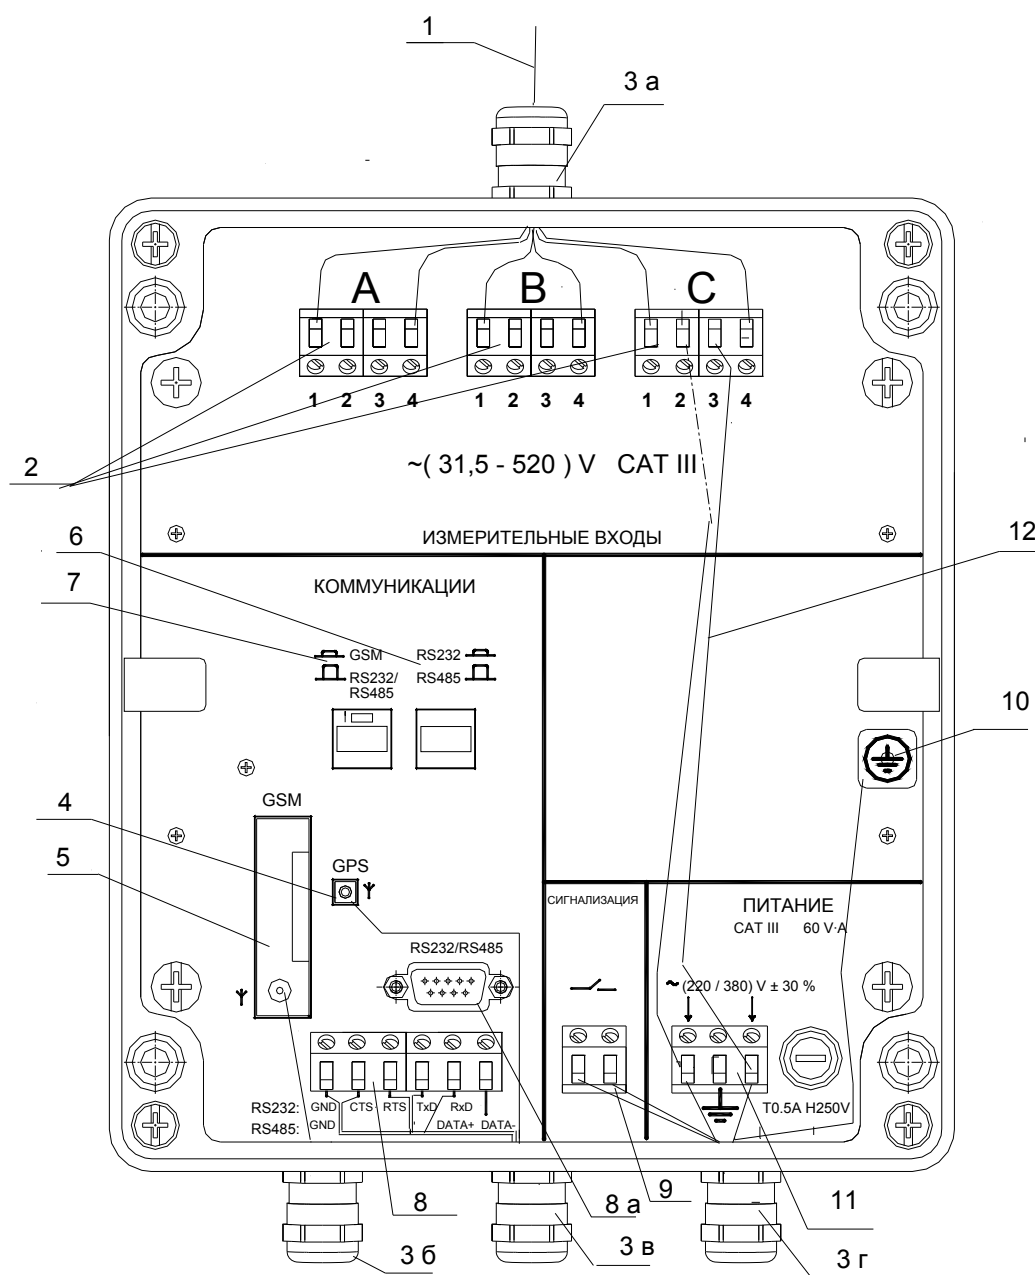

Рисунок 4 Схема подключения регистратора
5.4.2.3 Регистратор смонтировать на столбе или стене и закрепить его через отверстия (6) рисунок 4 в основании корпуса при помощи комплекта монтажного, который входит в комплект регистратора.
- интерфейсный разъем RS232/RS485 (8) рисунок 4;
- стандартный разъем RS232/RS485 (8а) рисунок 4;
- GSM – модем (5) рисунок 4, предназначенный для удаленного доступа к регистратору.
5.4.4.4 Соединение регистратора с ПК через интерфейсный разъем RS232/RS485 (8) рисунок 4 осуществляется кабелем, входящим в комплект поставки регистратора.
5.4.4.5 Кабель следует провести через кабельный ввод (3 в) рисунок 4 и в зависимости от используемого интерфейса (8), соединить согласно маркировке на внутренней плате, если – RS232 – верхняя строчка и если RS485 – нижняя.
5.4.4.7 Соединение регистратора с ПК через стандартный разъем RS232/RS485 (8а) рисунок 4, осуществляется только при открытой внешней съемной крышке, стандартным кабелем.
5.4.4.10 Провод, выносной GSM-антенны для регистраторов в исполнении по РА 1.003.002-01, -02, -05, -06, провести через кабельный ввод (3б) рисунок 4, и соединить с разъемом обозначенным «Ψ» (5) рисунок 4. А для регистраторов в исполнении по РА 1.003.002-08, -09, -10, -11, штырьковую антенну, входящую в комплект поставки, следует прикрутить к штырьковому разъему, приложение А рисунки А9-А12.
5.4.4.13 Кабель от антенны GPS – приемника подключите к разъему, маркированному на внутренней плате «GPS» (4) рисунок 4, через кабельный разъем (3в).
5.4.5.2 Для контроля срабатывания сигнализации типа «сухой контакт» (9) рисунок 4 необходимо через кабельный разъем (3г) рисунок 4 проложить кабель.
5.4.6.2 Если подключение цепей питания регистратора осуществляется от внешнего источника питания, то кабель от источника питания необходимо провести через кабельный разъем (3г) рисунок 4 и подключить к клеммной колодке (11) рисунок 4 в соответствии с маркировкой на внутренней плате.
5.4.6.4 Для этого необходимо проводом, входящим в комплект поставки регистратора соединить измерительные входы одного из каналов (А, В или С) с цепью питания (11) рисунок 4 в соответствии с маркировкой на внутренней плате.
5.4.6.6 Для этого в регистраторе предусмотрено 2 зажима заземления - один в клеммной колодке входа питания (11) рисунок 4 его подключение носит необязательный характер, другой - защитного заземления - под болт (10) рисунок 4 - его использование является обязательным!